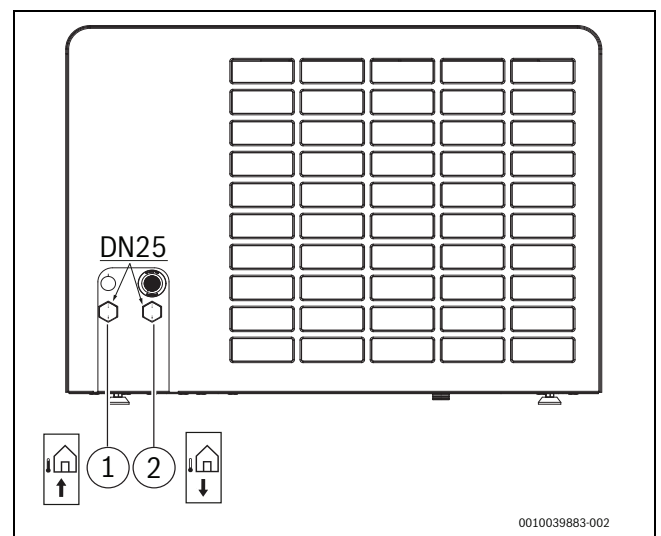

Fig. 30 Raccordements des tuyaux de fluide caloporteur ; la description s'applique à toutes les tailles
- Raccorder la conduite de départ de l'unité intérieure à la sortie du fluide caloporteur (→ [1], fig. 30).
- Raccorder la conduite de retour de l'unité intérieure à l'entrée du fluide caloporteur (→ [2], fig. 30).